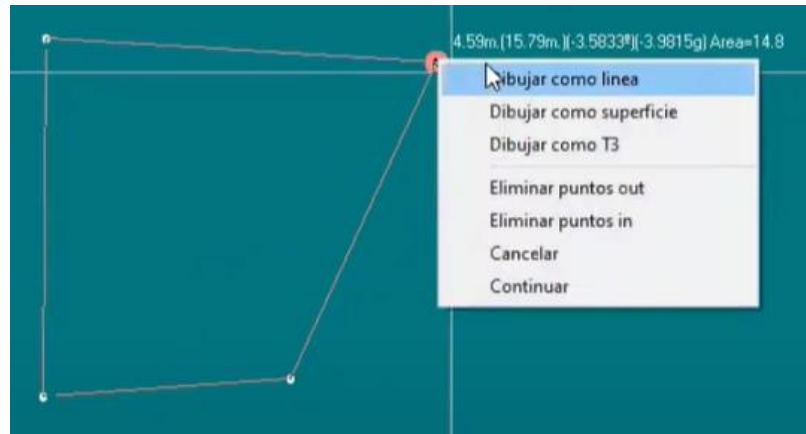

Figura 292. Dibujar línea.
44. Dar clic en orden y en secuencia de las manecillas del reloj sobre todos los vértices importados. Al cerrar la poligonal aparecerá un menú de opciones, seleccionar “Dibujar como línea”. Figura 292.